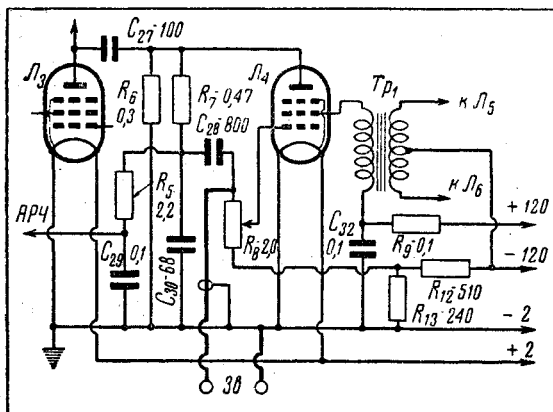

Рис. 1
**ОТВЕТ.** Простейший способ подключения звукоусилителя к приемнику «Родина» показан на рис. 1, на котором изображена схема ступени детектора и предварительного усилителя низкой частоты этого приемника. Жирными линиями обозначена цепь звукоусилителя  $Z_v$ . При таком включении звуко-